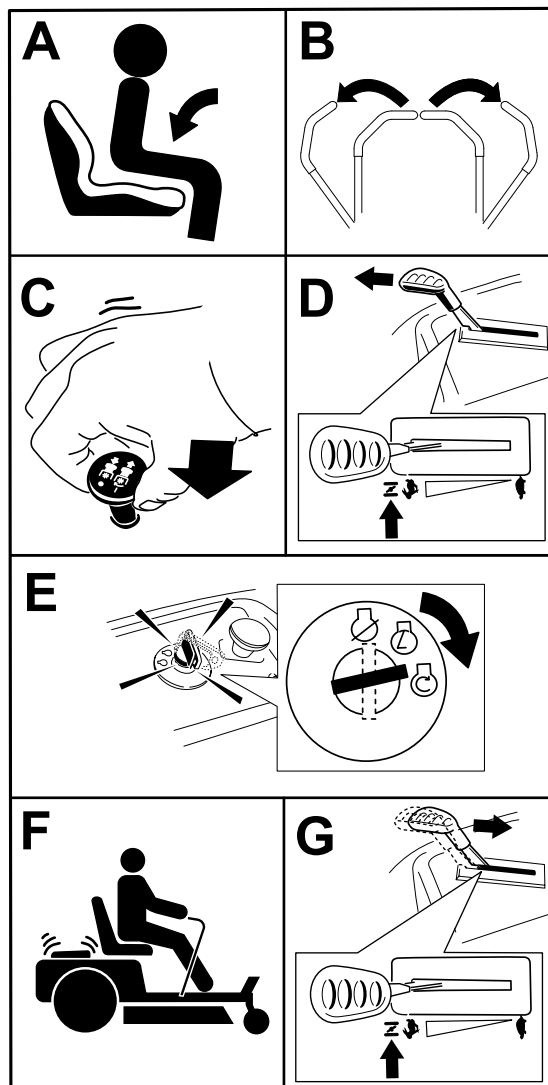

Figura 23
**Nota:** Pode ser necessário manter a alavanca contra a paragem, na posição de entrada de ar quando tenta ligar o motor (Figura 23).
1. Desengate as lâminas através da deslocação do interruptor de controlo das lâminas na posição DESLIGAR (Figura 23).